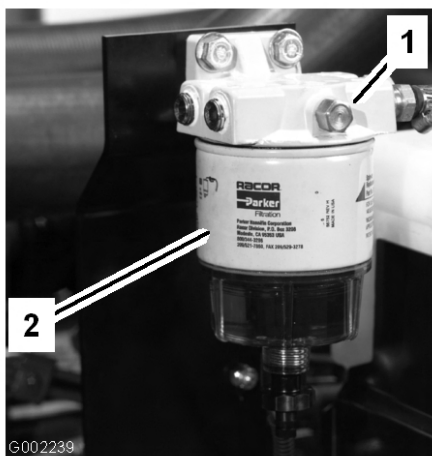

図 42
3. 燃料タンクのキャップの周囲をきれいに拭く (図 42)。